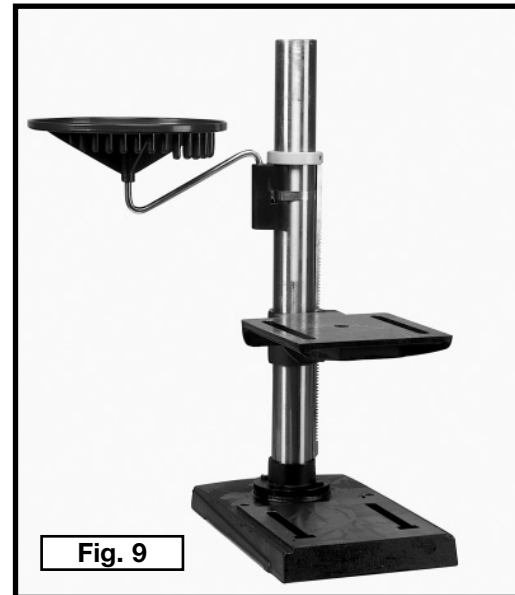

Fig. 9
8. S'assurer que le support, le bras de montage et la crémaillère sont positionnés, par rapport à la table de la presse à colonne, comme indiqué à la figure 9.